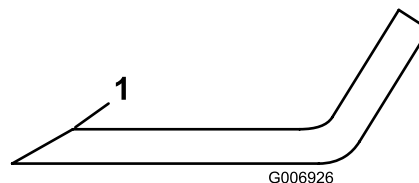

Figure 103
5. Examinez les tranchants de toutes les lames. Affûtez-les s'ils sont émoussés ou ébréchés. N'affûtez que le haut du tranchant et conservez l'angle de coupe d'origine pour obtenir une coupe nette (Figure 103).
6. Si elle est émoussée ou ébréchée, n'affûtez que le haut du tranchant et conservez l'angle de coupe d'origine (Figure 103).